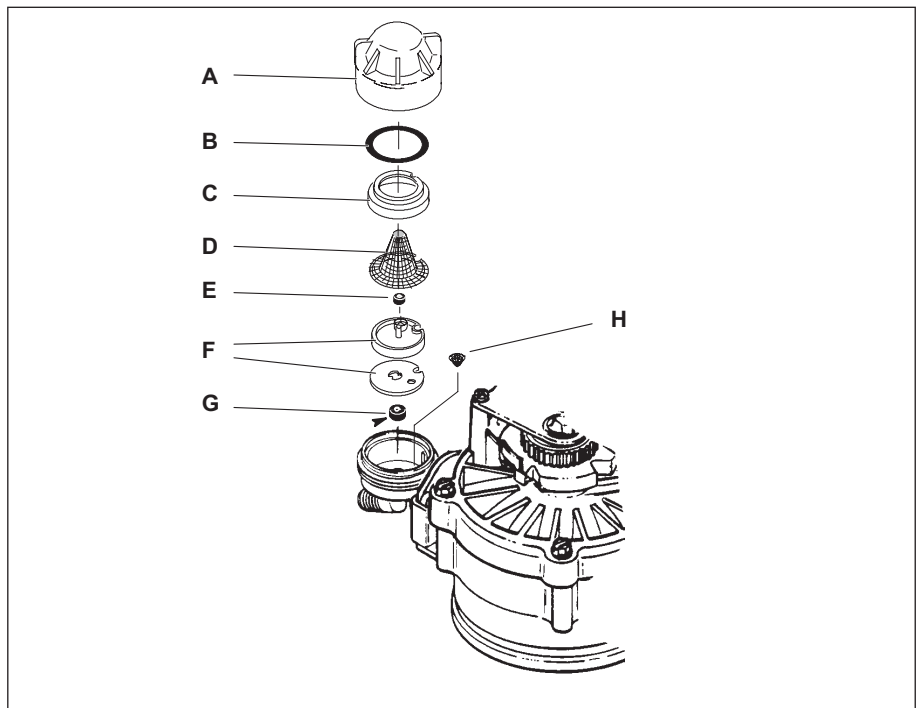

Abb. 16: Injektor reinigen
1. Injektorkappe (A) abschrauben.
2. O-Ring (B), Siebhalterung (C), großes Trichtersieb (D), Durchflussbegrenzer (E), Injektorscheiben inkl. Dichtung (F), Durchflussbegrenzer für Solefüllung (G) sowie kleines Trichtersieb (H) gemäß Abb. 16 ausbauen.
4. Gereinigte Bauteile des Injektors (Abb. 16) in umgekehrter Reihenfolge zusammenbauen.